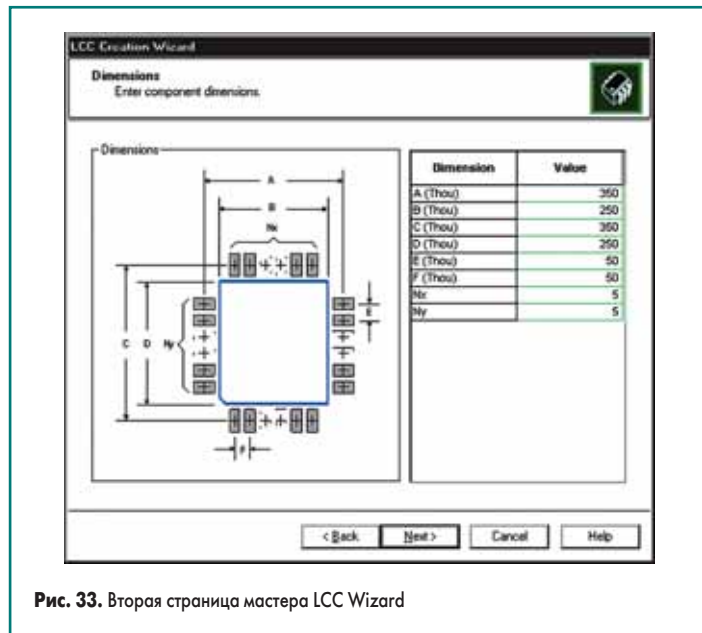

Рис. 33. Вторая страница мастера LCC Wizard
На экране появится вторая страница мастера LCC Wizard (рис. 33), на которой задаются
7. Выполним все настройки, как показано на рис. 33, а именно, выполним двойной щелчок в каждой ячейке и введем следующие значения: для A и C — 350, для B и D — 250, для E и F — 50, для Nx и Ny — 5.